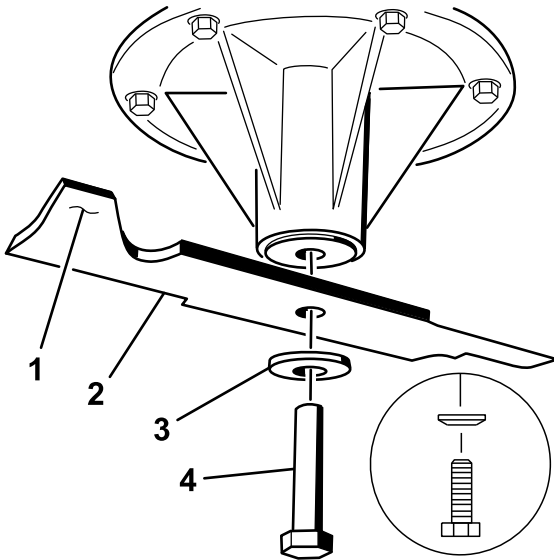

図 86
- スピンドルシャフトにブレードを取り付ける(図 86)。
- スプリングディスクとブレードボルトを取り付ける 図 86。